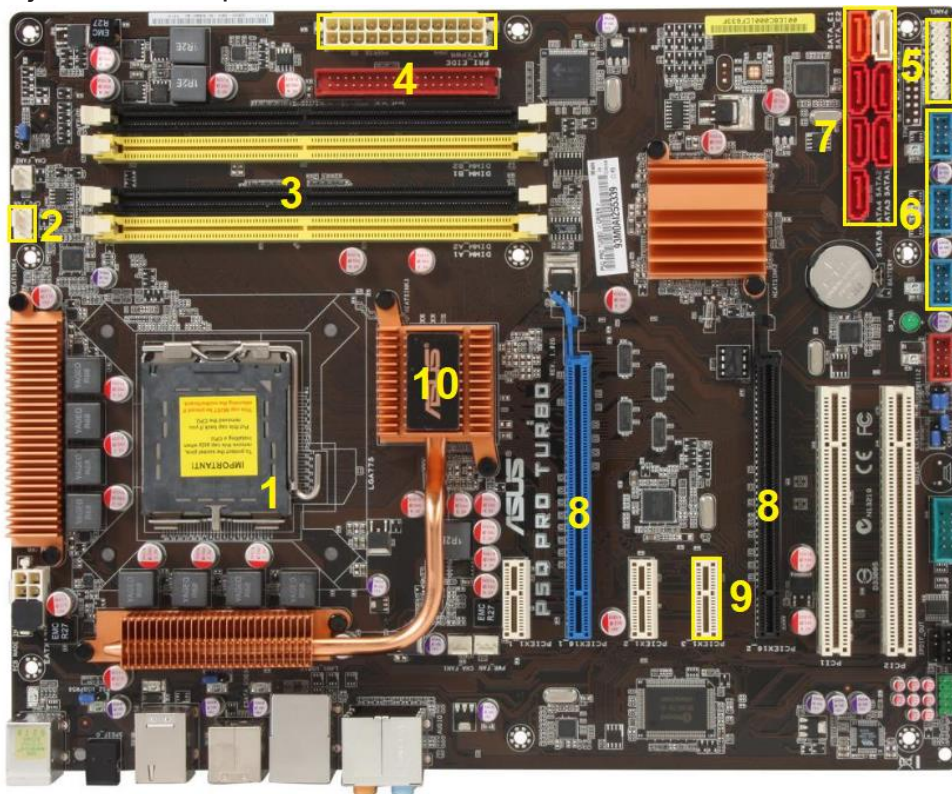
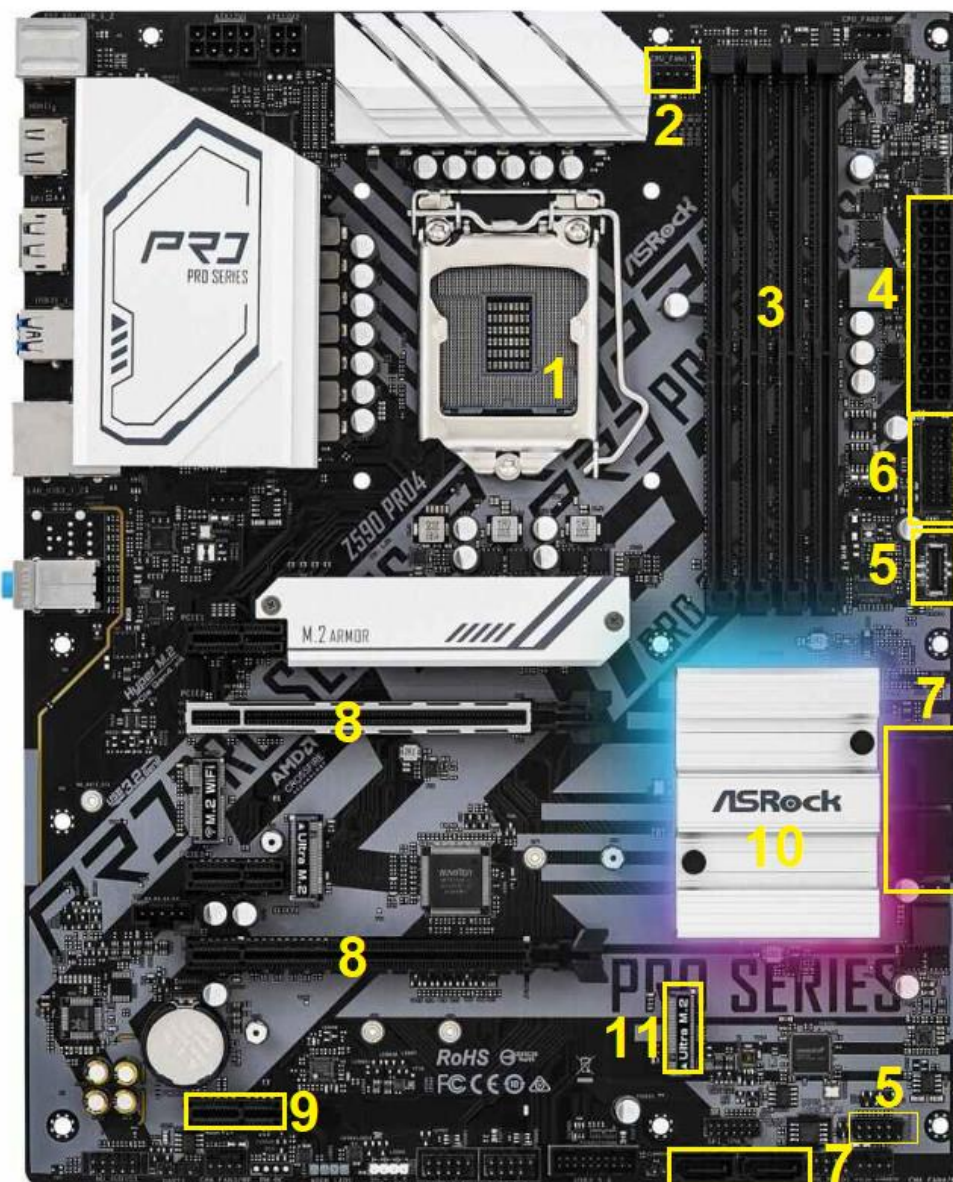

Figura 2.1. Pllaka amë, modeli ASUS P5Q Pro Turbo LGA 755 Intel
Figura 2.2. Pllaka amë, modeli ASRock Z59p Extreme WiFi GE LGA 1200 Intel
(1) përgatitje
- Të kryhet krahasimi i bazës së procesorit, modeli LGA 1151 (figura 2.1) dhe modeli AMD AM3 dhe të nënvizohen specifikat e tyre. Të theksohen procesorët që janë kompatibil me këto modele të bazamenteve.
(2) instalimi
- Për shembull, kapaciteti maksimal i memories RAM për pllakën amë ASUS P5Q Pro Turbo LGA 755 Intel (figura 2.1) është 16 GB, ajo mbështet modulet DDR2, me shpejtësi optimale prej 800 MHz. Hulumtoni memorien RAM për pllakën amë ASRock Z59p Extreme WiFi GE LGA 1200 Intel (figura 2.2).
- Të lokalizohen vrimat për përforcimin e pllakave amë: ASUS P5Q Pro Turbo LGA 755 Intel (figura 2.1.) dhe ASRock Z59p Extreme WiFi GE LGA 1200 Intel (figura 2.2.)